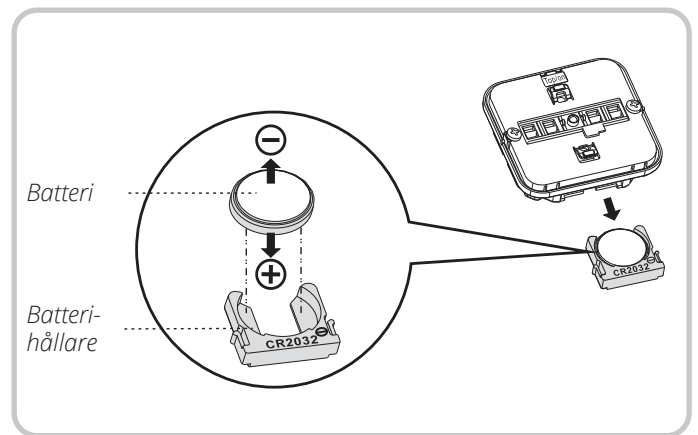

Fig. 24
- Byt sedan batteri (modell CR2032, 3V). Var noga med polaritet (se Fig. 24).